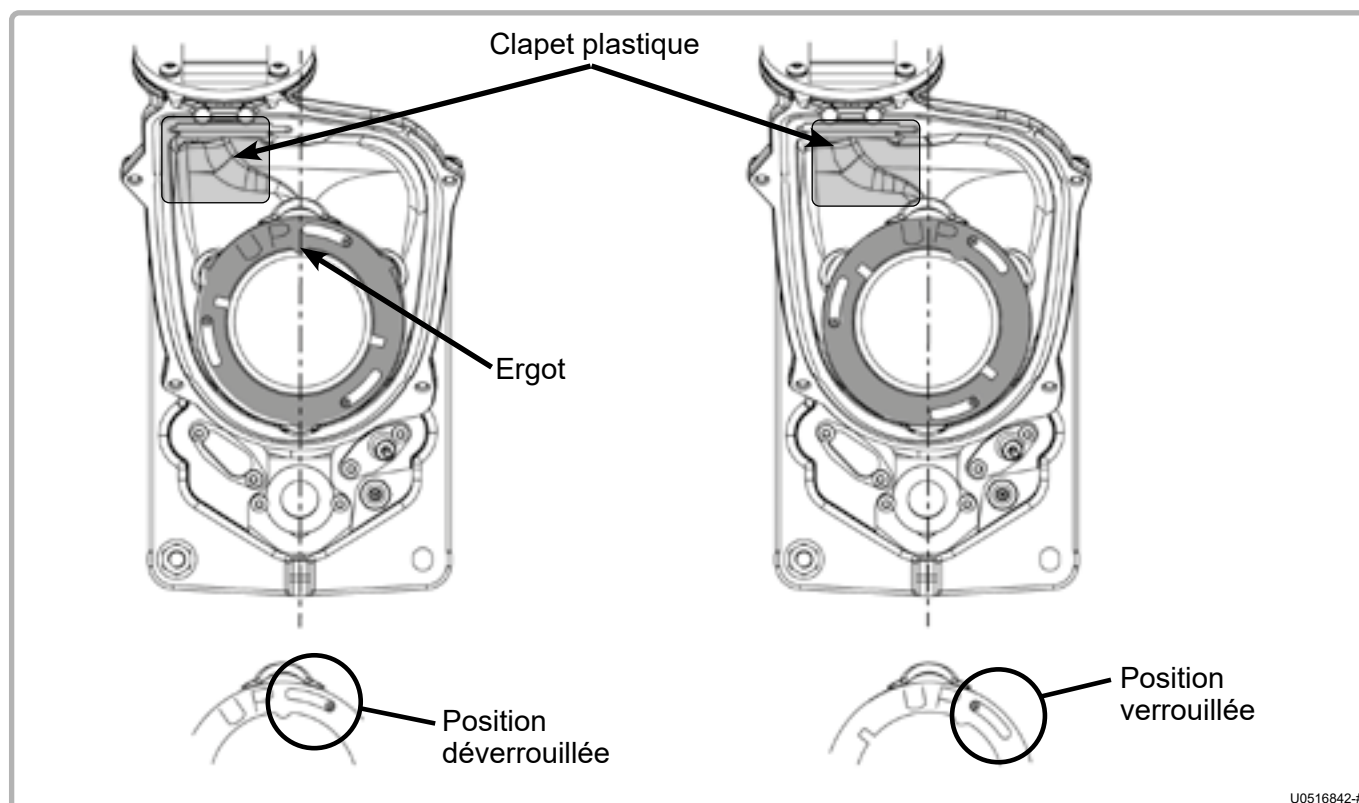

figure 51 - Positions de la bride de serrage
- Positionner la bride de serrage (le texte gravé "UP" doit être visible et l'ergot intérieur doit être situé sur l'axe arrière de la chaudière - voir figure 51).
- Comprimer en appuyant vers le bas et faire pivoter la poignée dans le sens horaire pour verrouiller la rampe (voir figure 51).